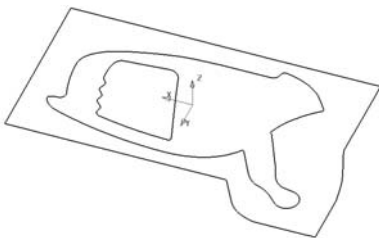

图 7-34 模型边界
- 在 PowerMILL 资源管理器中, 右击“边界”树枝, 在弹出的快捷菜单条中选择“定义边界”→“用户定义”, 打开“用户定义边界”对话框, 单击对话框中的模型按钮, 将所选择的曲面轮廓线直接转换为边界线, 如图 7-34 所示。